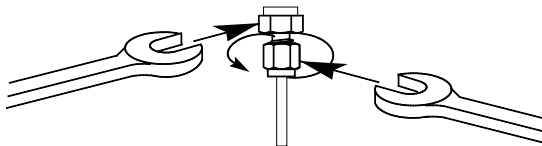

Figura 12 Apriete final
- 8 Para conexiones Swagelok de 1/8 pulgadas**, utilice un par de llaves de 7/16 pulgadas para apretar la conexión 3/4 de vuelta (Figura 12).
- Para conexiones de 1/4 pulgadas** utilice un par de llaves de 9/16 pulgadas para apretarlas 1-1/4 de vuelta (Figura 12).